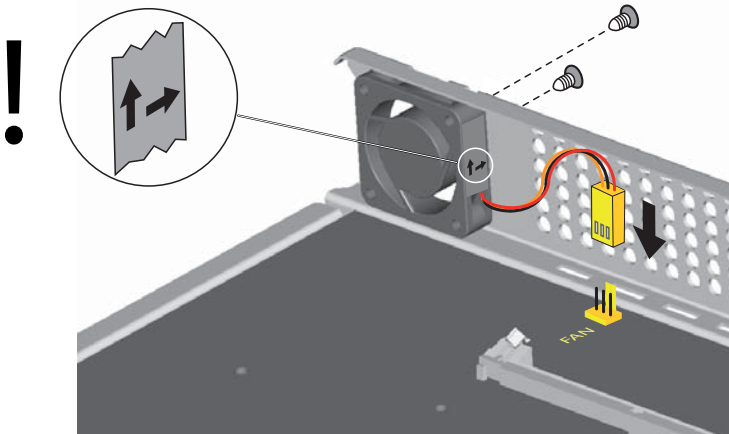

Fig. 17 Einbau des Lüfters in Aastra 430
3. Montieren Sie mit den 2 Schrauben den Lüfter an die Innenseite des Gehäuses. Beachten Sie dabei die Pfeile auf dem Lüfter. Sie geben die Drehrichtung und den Luftstrom an. Der Luftstrom muss aus dem Gehäuse des Kommunikationsservers herausführen (siehe Fig. 17).